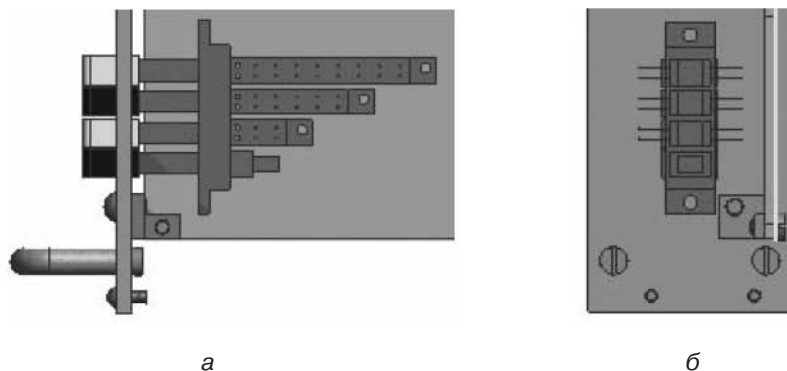

Рис. 9.92. Расположение переключателя на различных видах
24. Добавьте в сборку следующий компонент — переключатель. Вначале установите переключатель, анализируя его положение на различных видах, без сопряжения с другими компонентами сборки (рис. 9.92).